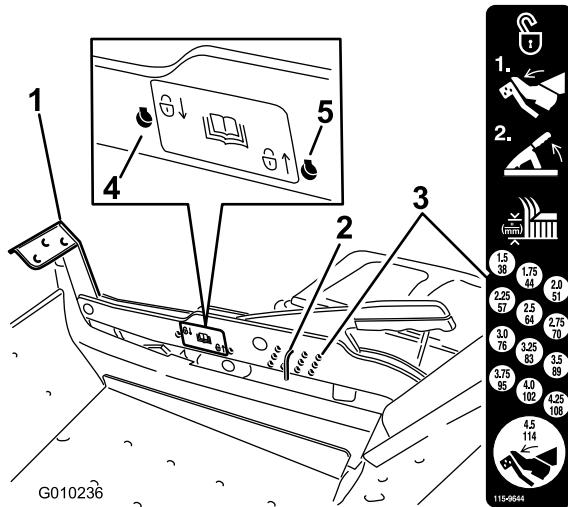

Figure 27
1. Appuyez sur la pédale de commande du plateau de coupe avec le pied et relevez le plateau en position de transport (qui est aussi la position de hauteur de coupe de 114 mm) (Figure 27).
2. Pour changer de hauteur de coupe, retirez l'axe du support de hauteur de coupe (Figure 27).
3. Placez l'axe dans le trou du système de hauteur de coupe correspondant à la hauteur de coupe voulue (Figure 27).
2. Retirez l'axe du support de hauteur de coupe (Figure 27).
3. Sélectionnez le trou le plus bas sur l'autocollant de verrouillage et insérez l'axe (Figure 27).
4. Sélectionnez le trou le plus haut sur l'autocollant de verrouillage et insérez l'axe (Figure 27).